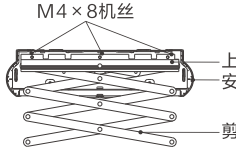

图4
- 如图4, 用M4×8mm机丝将剪刀架上滑轨固定在安装板上。